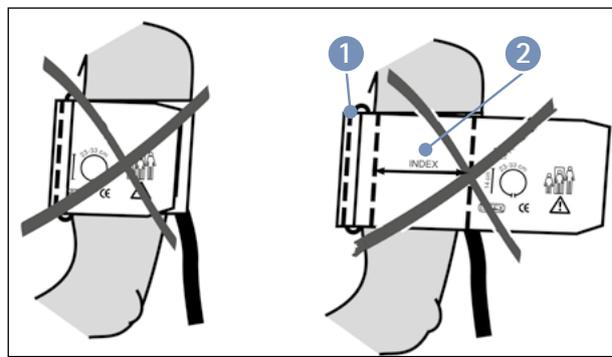

Abbildung 7-2: Falsche Manschettengröße
Beim Schliessen des Klettverschlusses muss der Metallbügel ① innerhalb des markierten Index-Bereiches ② liegen und nicht außerhalb (siehe Abbildung 7-2).